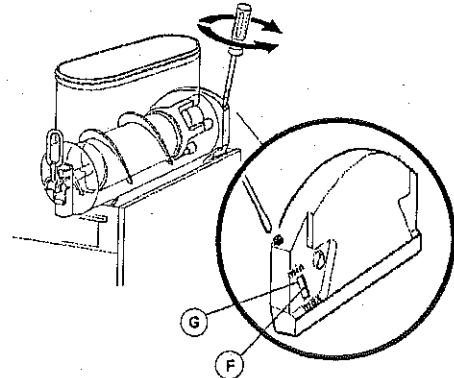

Fig. 4
1. **Regulering af slush-icens konsistens:** Den korrekte konsistens af slush-icen er indstillet fra fabrikken. Hvis De ønsker at ændre konsistensen, gøres dette ved med en almindelig skruetrækker at dreje justeringsskruen bag i beholderne som følger (se fig. 4):